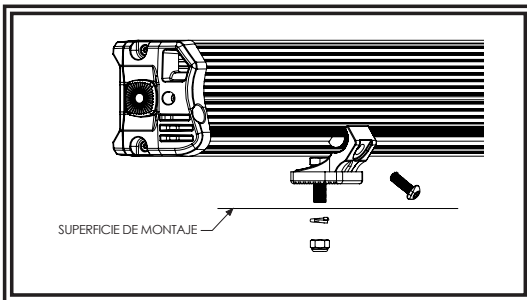

Figura 2
1. Inserte un perno de cabeza hexagonal a través de cada soporte de montaje trasero y fije los soportes a la parte trasera de la barra con los pernos de cabeza redonda como se muestra en la Figura 2.